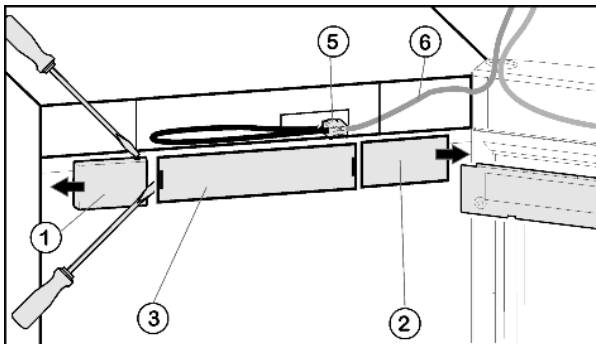

Fig. 4
- ▶ Снятие крышки со стороны ручки Fig. 4 (1): справа выведите из фиксатора при помощи плоской отвёртки и сдвиньте наружу.
- ▶ Снятие крышки со стороны шарнира Fig. 4 (2): слева выведите из фиксатора при помощи плоской отвёртки и сдвиньте наружу.
- ▶ Снимите переднюю накладку Fig. 4 (3) с помощью плоской отвертки.
- ▶ Снимите контакт и извлеките разъём Fig. 4 (5).
- ▶ Высвободите из направляющей серый кабель Fig. 4 (6).
► Снова установите разъем Fig. 4 (5).
► Снова установите крышку Fig. 4 (3).
► Установите крышку Fig. 4 (2) снаружи со стороны шарнира с поворотом на 180° и защелкните ее.